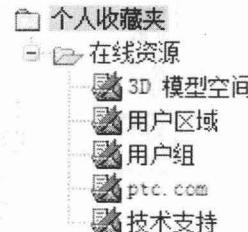

图 1-12 收藏夹
(3)【收藏夹】可以打开收藏的网页等，如图 1-12 所示。